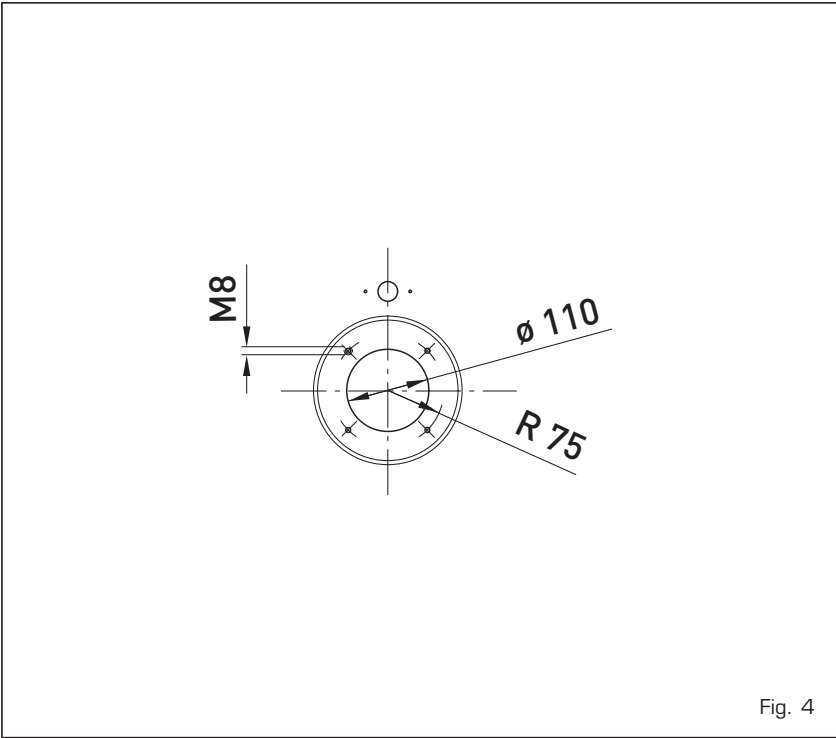

Fig. 4
1.7.2 Montajul arzătorului (fig. 4)
Ușa cazanului este prevăzută pentru montajul arzătorului (fig. 4). Arzătoarele trebuie reglate astfel încât valoarea CO₂ să fie cea indicată la punctul 1.3 cu toleranțe de ± 5%.
2.4.2 Cos de fum cu conducta coaxiala ø 80/125 (fig. 4/a)
tia cea mai potrivita cu exigentele incaperii (fig. 4/a).